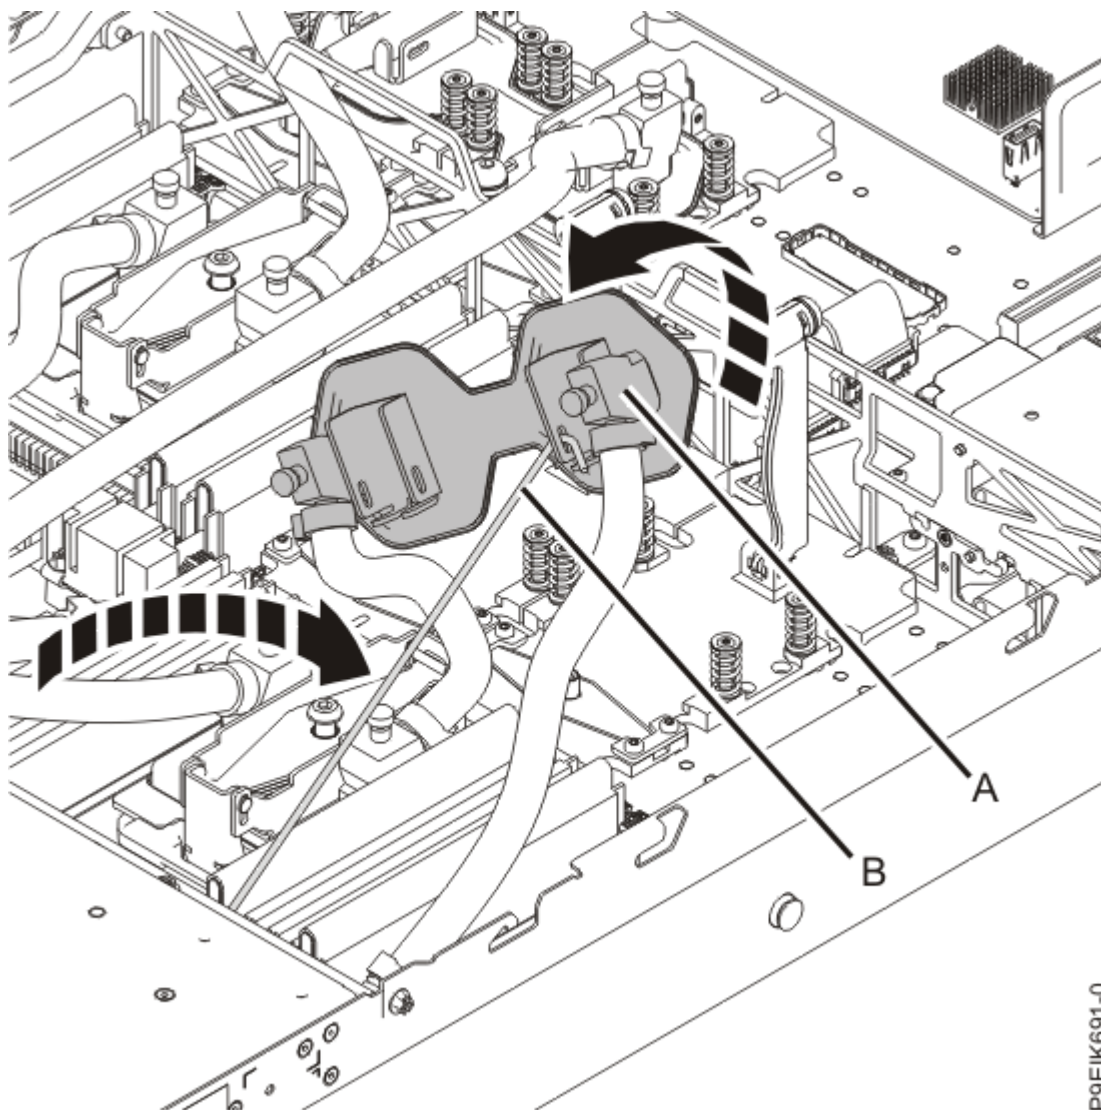

Figura 85. Extracción de la placa refrigeradora; conexión al clip
- b) Levante la placa refrigeradora **(A)** de las GPU que está extrayendo y conéctela a la placa refrigeradora **(B)**, tal como se muestra en la Figura 85 en la página 95.